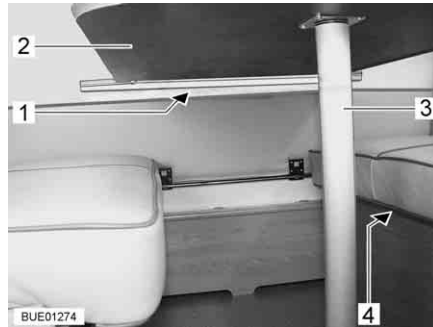
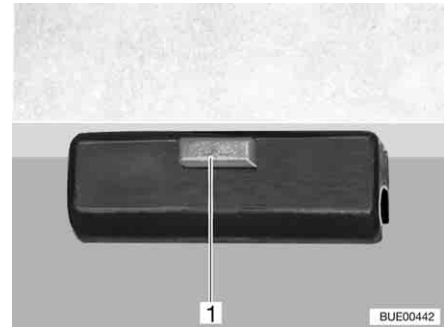

Fig. 91 Mesa colgante con pata de mesa cambiable
Fig. 92 Bloqueo
- Levantar ligeramente por delante el tablero de la mesa (Fig. 91,2).
- Desatornillar la pata de la mesa (Fig. 91,3) y dejarla a un lado.
- En el bloqueo (Fig. 91,1) pulsar el botón de desbloqueo (Fig. 92,1).
- Colocar el tablero de mesa en los alojamientos (Fig. 91,4) de los bancos de asiento.